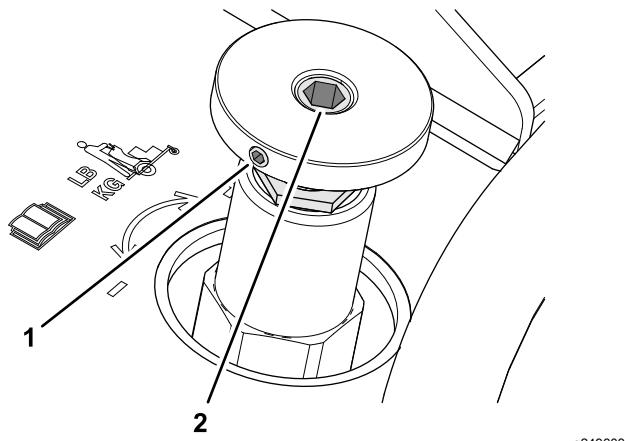

Figura 57
- Afloje el tornillo de fijación del pomo de la válvula de control de peso; consulte Figura 57 en Ajuste de la válvula de control del peso del operador (página 48).
- Nota:** No tuerza el pomo mientras lo retira. Si necesita ayuda para mantener la posición del vástago de la válvula de control, utilice una llave hexagonal en el alojamiento hexagonal del vástago para mantener la alineación; consulte Figura 57 en Ajuste de la válvula de control del peso del operador (página 48).